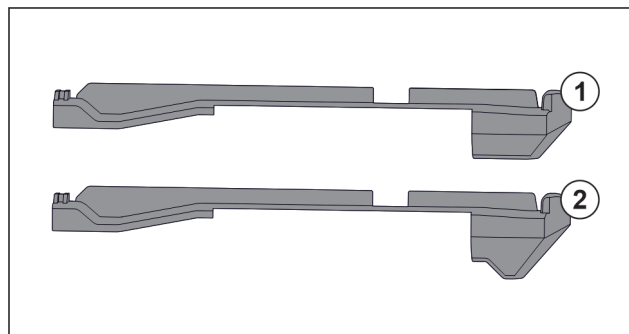

Fig. 108 Confronto degli elementi inseribili
Nell'apparecchiatura si trovano due diversi elementi inseribili. L'elemento inseribile sopra il cassetto più in basso Fig. 108 (2) presenta un bordo triangolare. Tutti gli altri elementi inseribili Fig. 108 (1) dispongono di un bordo diritto.
- ▶ Applicare l'elemento inseribile Fig. 108 (2) con il bordo triangolare sopra il cassetto più in basso.
- ▶ Applicare l'elemento inseribile Fig. 108 (1) con il bordo diritto su tutti gli altri punti.